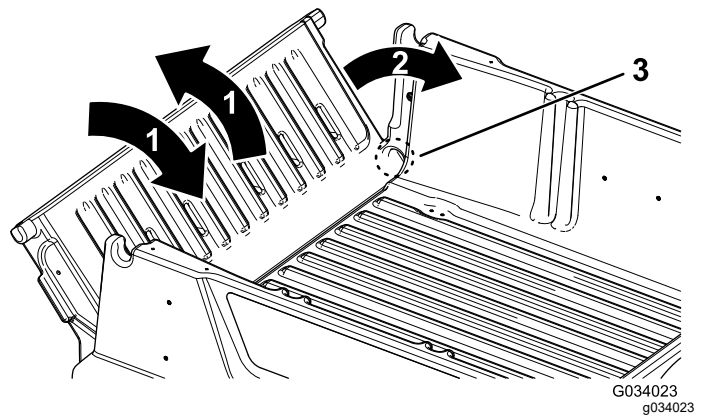

Bild 19
3. Drehen Sie die Heckklappe mehrmals mit kurzen, schüttelnden Bewegungen (Bild 19).
2. Drehen Sie die Heckklappe auf eine ungefähre Stellung von 45° (Bild 19).